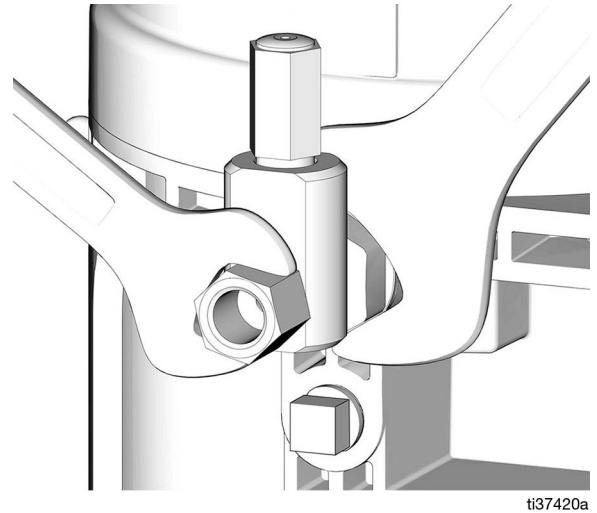

FIG. 23
1. Desserrer le raccord d'élément de pompe (FIG. 23).